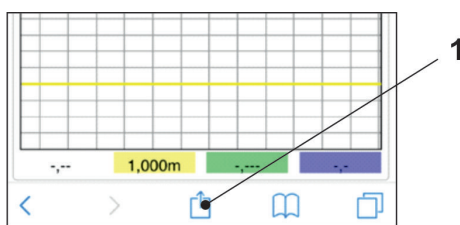

Abb. 29-16 Link einrichten
8. Zum Einrichten eines Links auf dem Home-Bildschirm (für einen direkten Zugang) das Symbol „Bereitstellen“ (Abb. 29-16 Pos. 1) antippen.